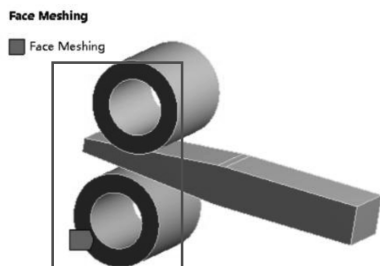

图 2-53 选择两轧辊端面
(1) 在导航树里单击【Mesh】→【Details of “ Mesh”】→【Sizing】→【Size Function】= Curvature，【Relevance Center】= Medium，【Span Angle Center】= Medium，其他默认。
(2) 在标准工具栏中单击，选择轧件，然后右键单击【Mesh】→【Insert】→【Sizing】，【Body Sizing】→【Details of “Body Sizing” -Sizing】→【Definition】→【Element Size】= 4mm，其他默认。
(3) 在标准工具栏中单击，选择两轧辊端面，然后右键单击【Mesh】→【Insert】→【Method】→【Face Meshing】，其他默认，如图 2-53 所示。